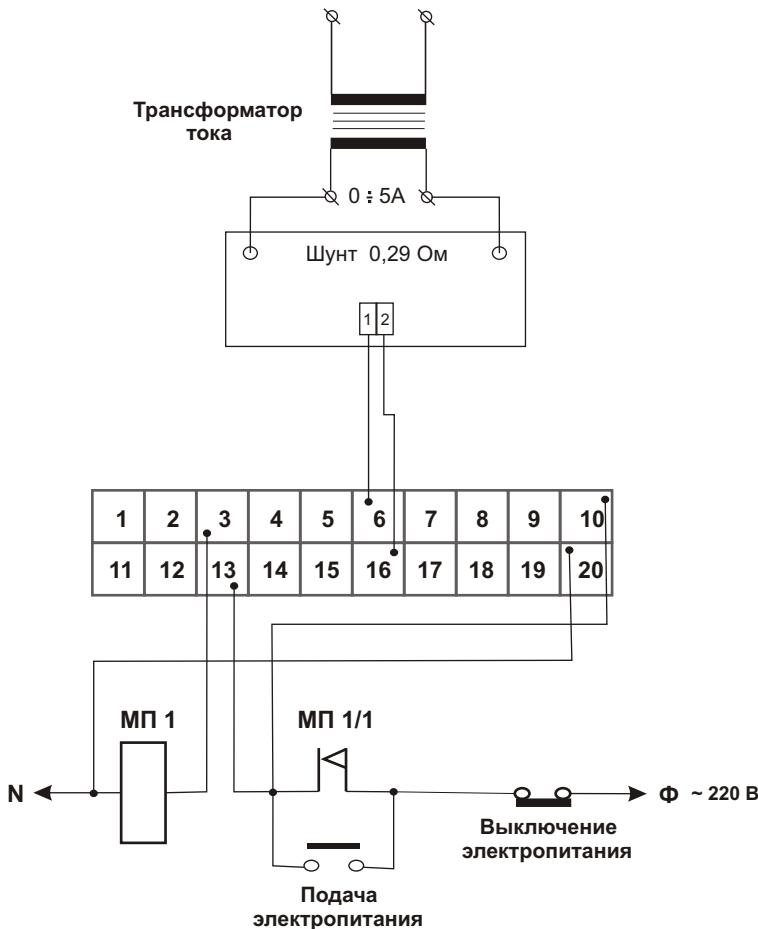

Рисунок 3
- подключить прибор посредством клеммника (рисунок 3, 4) и включить напряжение питания.
- 6.3 Если подключение прибора производится по схеме №1 (Рис. 3 , стр. 5), которая предусматривает аварийное отключение установки (вместе с прибором) при пусковых токах, то необходимо выполнить следующие действия: